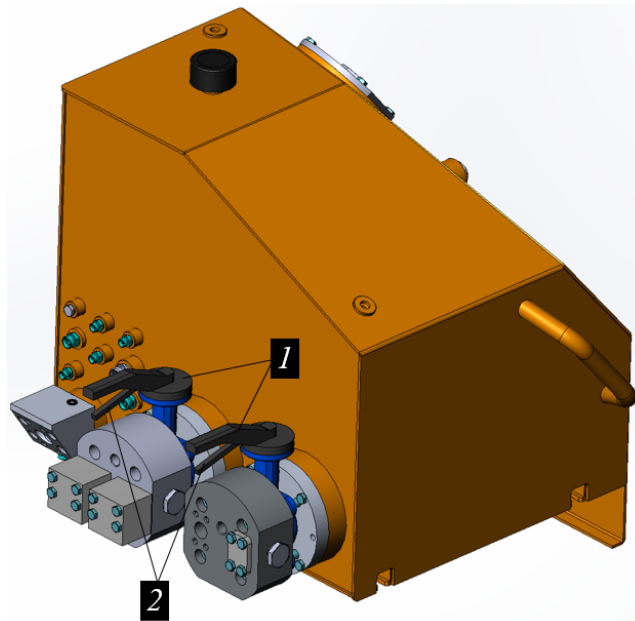

Рисунок 5.62. Процедура перекрытия запорного крана
- Перекрыть дисковый затвор (кран) 1 на линии всасывания, см. рис. 5.62.
Дисковый затвор размещен между распределительной плитой и фланцем. Для перекрытия необходимо нажать и, удерживая фиксатор 2 в нажатом положении, повернуть рукоятку 1, рис. 5.62. Открывать кран аналогичным способом.
- ▶ Открыть дисковый затвор на линии всасывания см. рис. 5.62.